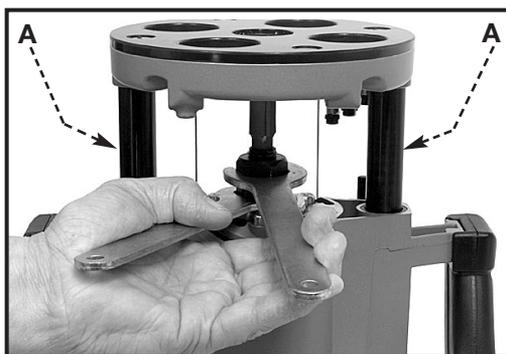

Fig. 3
1. Invierta el ráuter boca abajo sobre la tapa del motor (vea la Fig. 3).
3. Coloque una llave en los planos del portabroca y la otra en la tuerca de boquilla (vea la Fig. 3). Apriete bien.
**⚠ PRECAUCIÓN** No deje que las llaves toquen las columnas (A) Fig. 3, porque las pueden dañar y limitar la acción vertical.